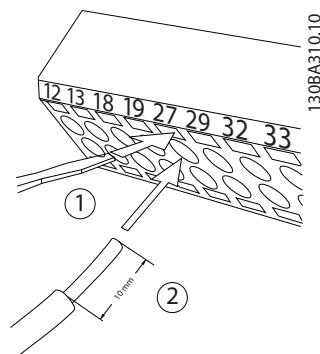

Рисунок 2.16 Подключение элементов управления
1. Разомкните контакт, вставив небольшую отвертку в прорезь, расположенную над или под контактом, как показано на Рисунок 2.16.